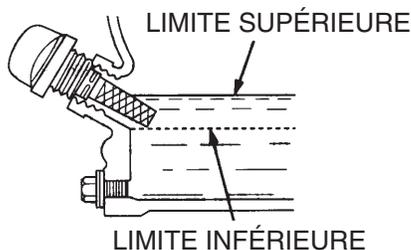

Figure 5. Jauge d'huile moteur (niveau d'huile)
4. Si le niveau d'huile est bas (Figure 5), remplir jusqu'au bord du trou de remplissage d'huile avec le type d'huile recommandé dans Tableau 4. Consulter Tableau 2 pour la capacité maximale d'huile moteur.